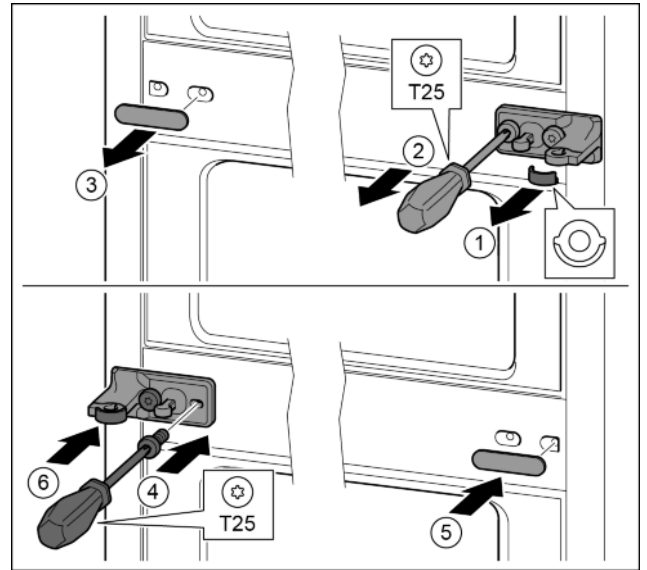

Fig. 32
- ▶ Enlever la rondelle. Fig. 32 (1)
- ▶ Desserrer les vis avec le tournevis T25. Fig. 32 (2)
- ▶ Enlever délicatement le cache. Fig. 32 (3)
- ▶ Visser fermement le support de palier avec film tourné de 180° de l'autre côté. Fig. 32 (4)
- ▶ Poser le cache tourné de 180° de l'autre côté. Fig. 32 (5)
- ▶ Enfiler la rondelle par devant. Fig. 32 (6)